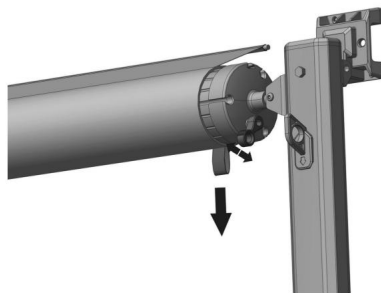

Figura E2
2. Impossibile spostare la leva a cricchetto: la leva a cricchetto è bloccata all'interno del cricchetto a causa della coppia della molla. Quando si gira la leva a cricchetto, è possibile tirare delicatamente la bobina e tirare la cinghia prima di girare la leva a cricchetto. (Figura E2)